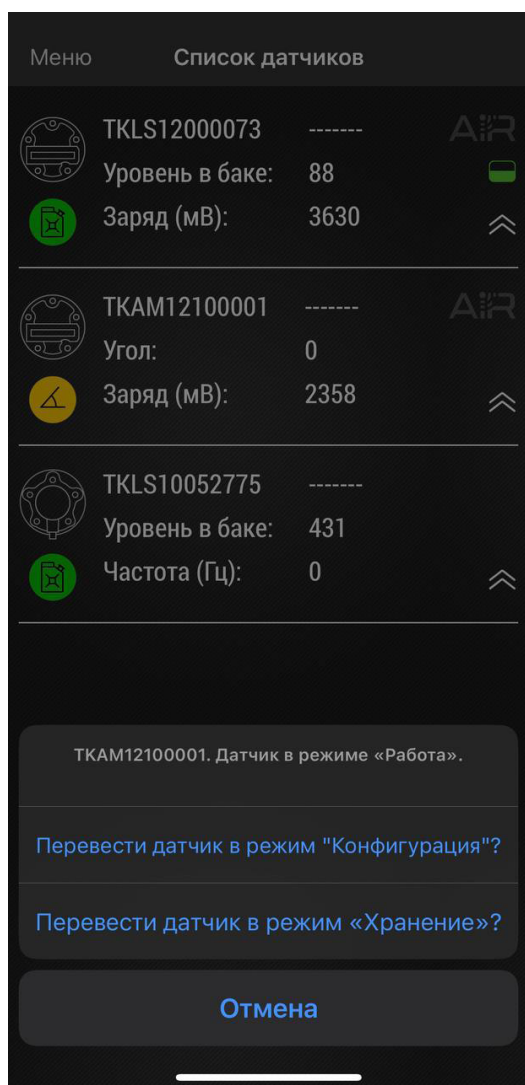

Рис.9. Выбор режима.
- Для изменения параметров работы датчика, находящегося в режиме «Работа», переведете его в режим «Конфигурация». Для этого откройте приложение USP Tool и перейдите в меню «Активация» датчика. Далее поднесите NFC сканер мобильного устройства к датчику и в приложении выберите режим «Конфигурация» (**Рис.9**). На рабочем экране приложения появятся показания датчика (**Рис.10**).